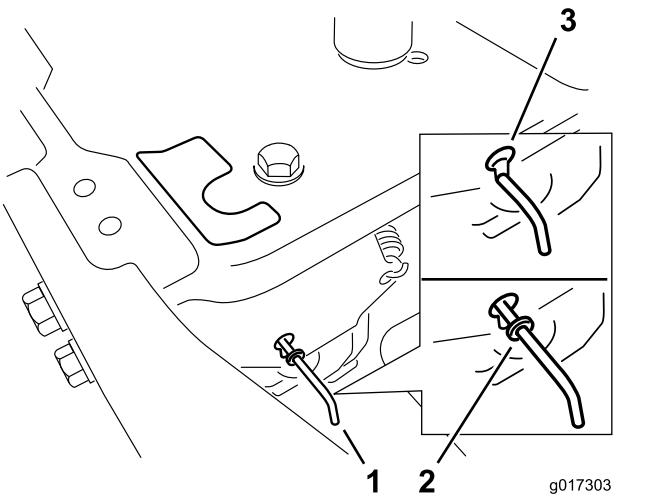

Figure 25
- Déplacez les leviers de dérivation en avant dans l'encoche en trou de serrure, puis vers le bas pour les verrouiller en position (Figure 25).
Déplacez les leviers de dérivation en arrière dans l'encoche en trou de serrure, puis vers le bas pour les verrouiller en position, comme montré à la Figure 25.